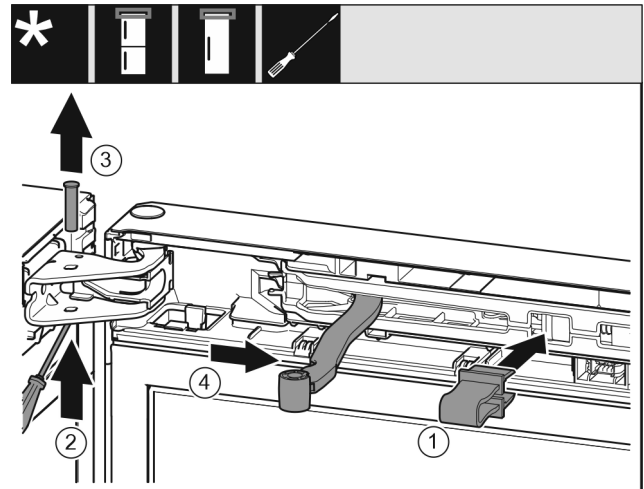

Fig. 8
- Introduire l'arrêt dans l'ouverture. Fig. 8 (1)
- Desserrer le boulon avec un tournevis. Fig. 8 (2)
- Sortir le boulon par le haut. Fig. 8 (3)
- Tourner l'articulation en direction de la porte. Fig. 8 (4)